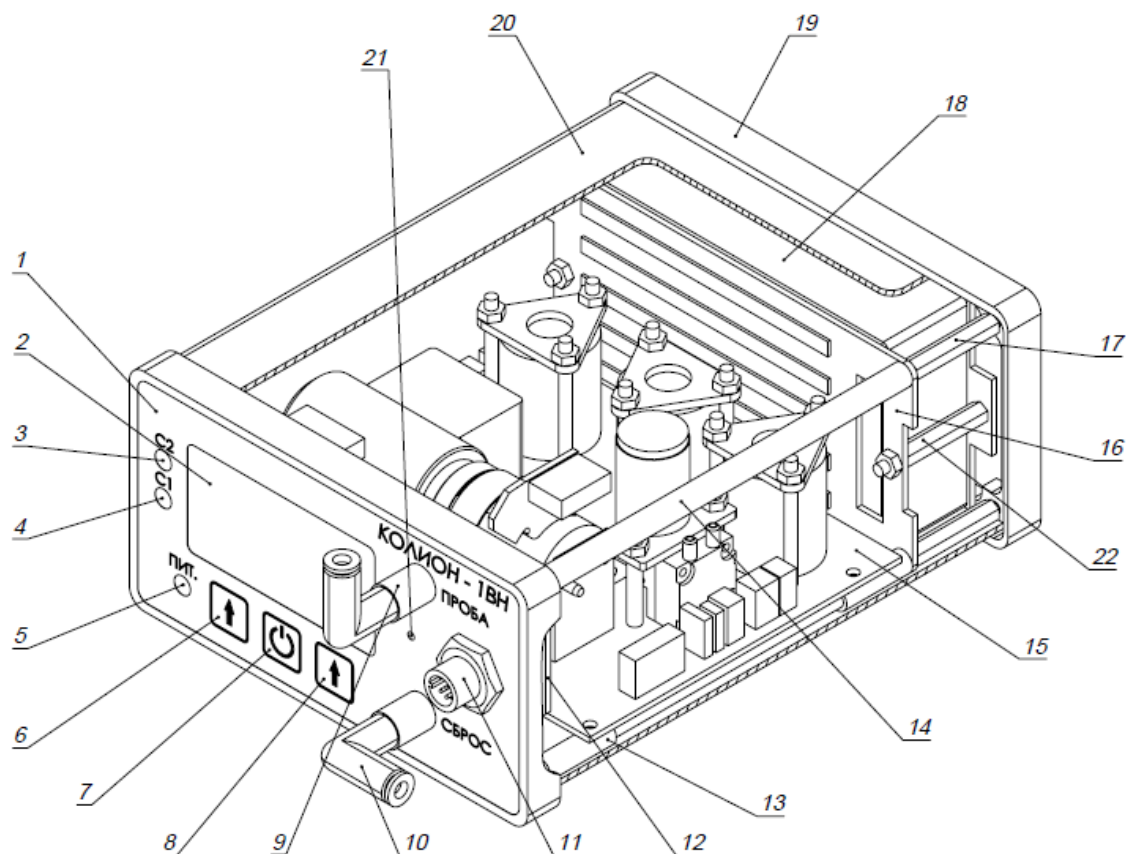

Рис. 1.1. Расположение элементов газоанализатора
1.5.2.1. Расположение основных элементов газоанализатора приведено на рис. 1.1.
1.5.2.3 Пробоотборник присоединяется к штуцеру ПРОБА газоанализатора (см. рис. 1.1 поз. 9) с помощью соединительной фторопластовой трубки с внешним диаметром 4 мм, внутренним диаметром 2 мм, длиной 0,9 м.
- кабельный ввод (3) для подключения кабеля (2);
- три светодиода контроля уровня заряда (4);
- кнопка включения контроля уровня заряда (5).
Кабель (2) снабжен разъемом (1) для подключения к разъему газоанализатора (поз. 11 рис. 1.1.) в режиме питания газоанализатора или к разъему зарядного устройства в режиме заряда (зарядное устройство входит в комплект поставки ВБА).